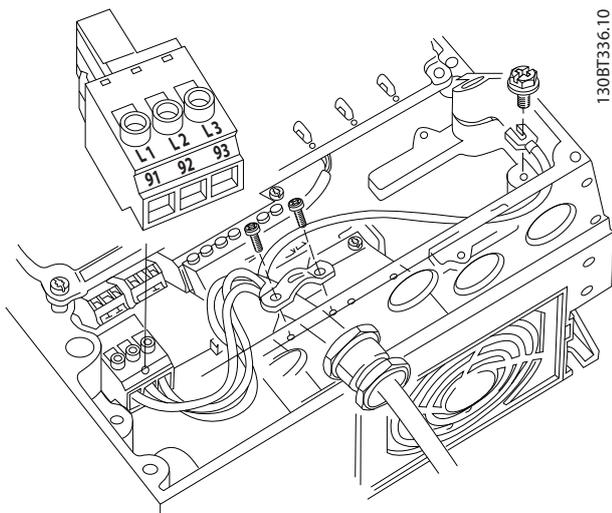

図 4.9 交流主電源への接続
1. 3 相交流入力電力のワイヤを端子 L1、L2、L3 に接続します (図 4.9 を参照)。